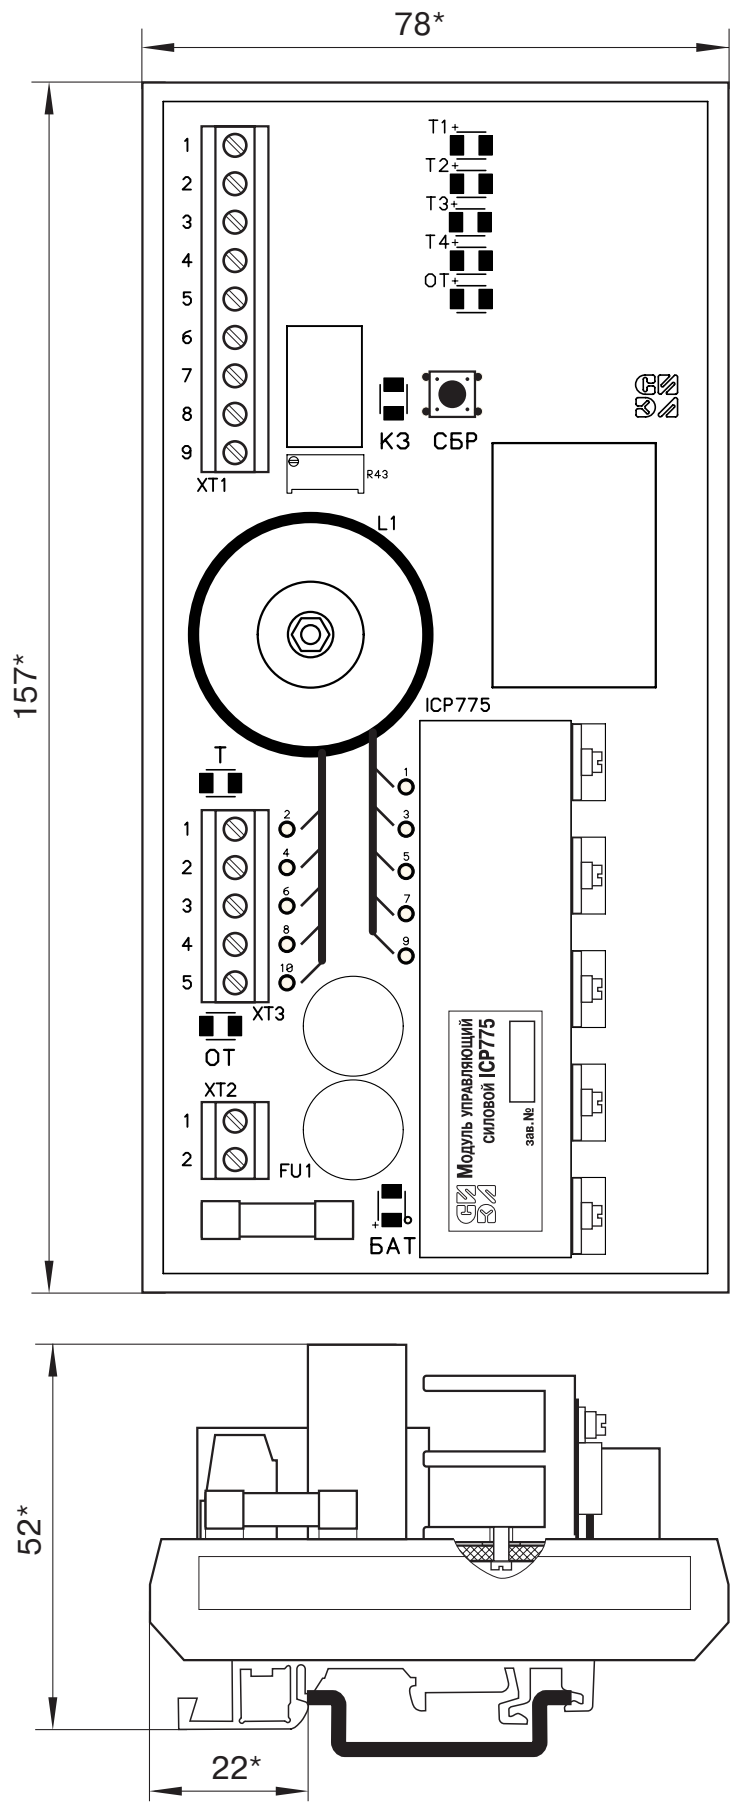

Рис. 2. Модуль управляющий силовой ICP/775. Чертеж общего вида.
МУС (см. рис. 2) выполнен на плате печатного монтажа, установленной в стандартный пластмассовый корпус, приспособленный для установки на DIN-рейку TH35 мм.
- 7.4.** Контроль работоспособности изделия производится путем тестирования отдельных МУС с использованием прибора ПКД-775 (см. Пульт контроля и диагностирования модулей управляющих силовых ICP/775. Паспорт). Для проведения тестирования МУС должен быть отключен (провода отсоединяются от зажимов МУС ХТ1...ХТ3) и снят с DIN-рейки, а после проведения тестирования установлен на штатную позицию и правильно подключен согласно схеме электрической соединений ШС(см. рис. 2).